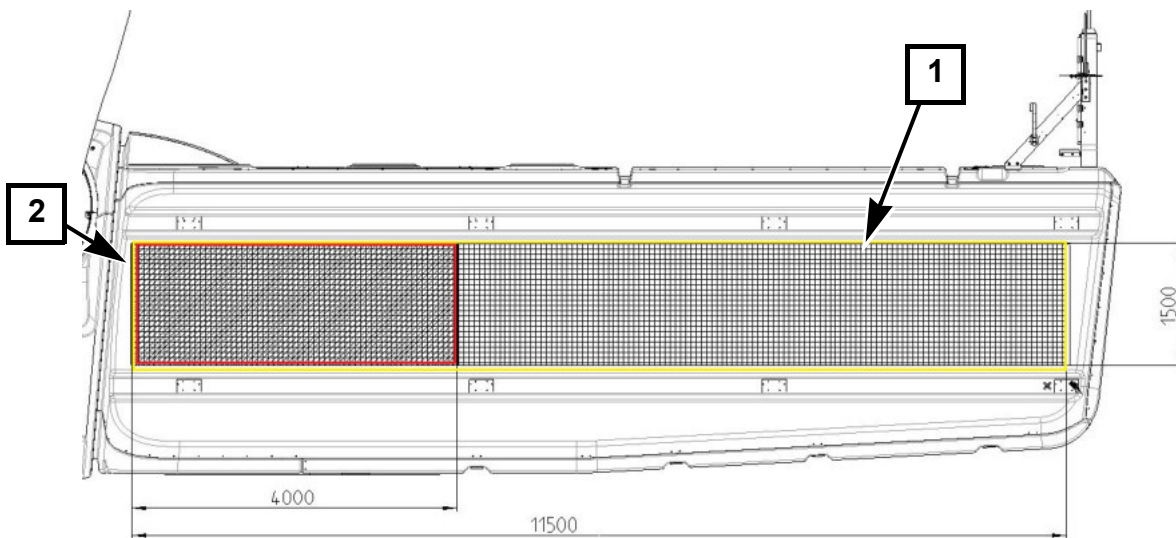

Abb. 3 Position und Größe für Kundenlogo an Delta4000-Anlagen
- Bei Gesamtbauwerkshöhe >150 m, Gestaltungsfläche von 1500 x 4000 mm pro Gondelseite, siehe Abb.3.
- bei Gesamtbauwerkshöhe unter 150 m, Gestaltungsfläche von 1500 x 11500 mm pro Gondelseite, siehe Abb.3.